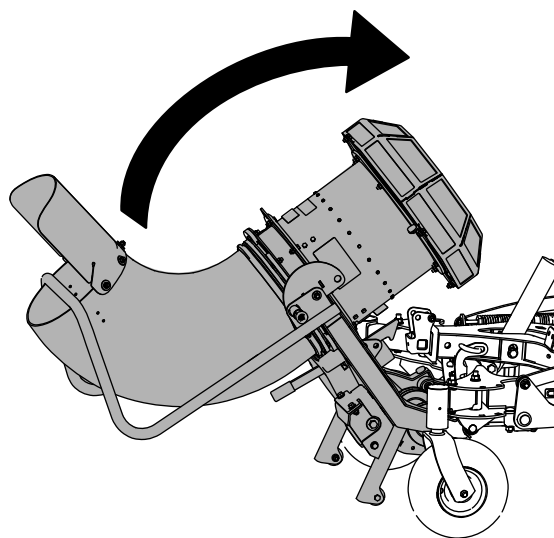
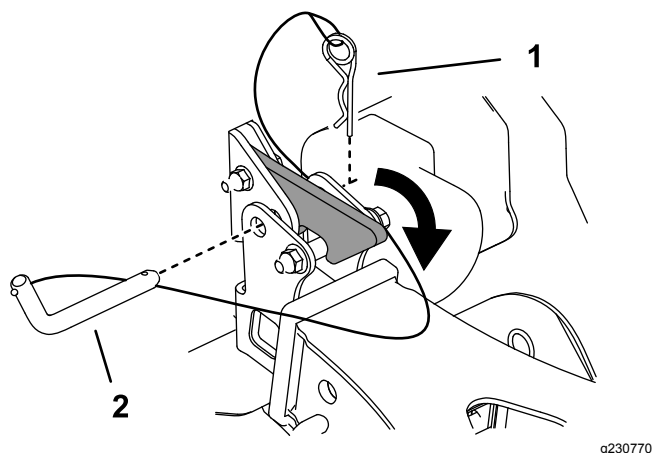

Figura 24
Figura 25
1. Eleve el soplador hasta que se enganche en el receptor de enganche (Figura 24 y Figura 25).
2. Sujete el conjunto al receptor de enganche usando el pasador de enganche y la claveta que están sujetos al receptor (Figura 25).